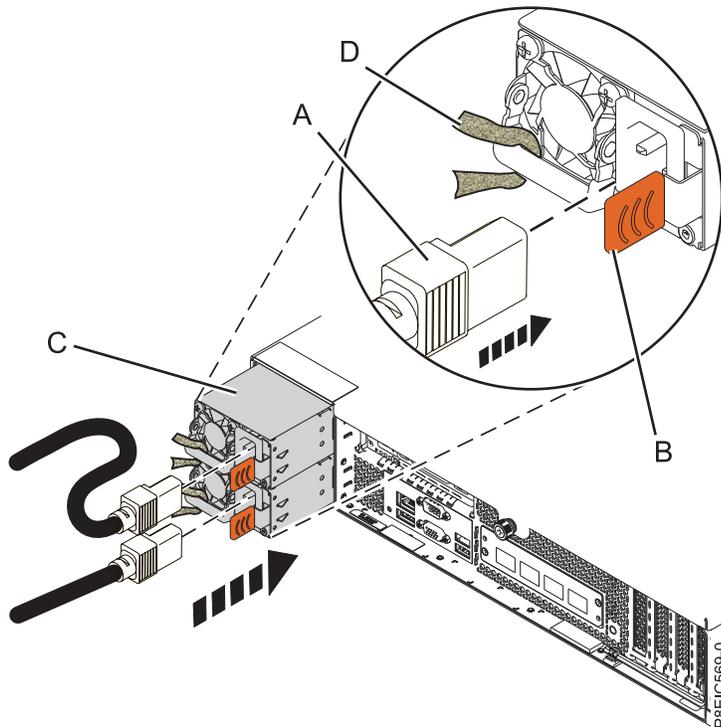

Figura 59. Sustitución de una fuente de alimentación en el sistema
1. Alinee la fuente de alimentación (C) con la bahía y deslice la fuente de alimentación en el sistema hasta que el pestillo (B) quede cerrado en su lugar. Consulte la Figura 59.
- a. Conecte el cable de alimentación a la fuente de alimentación, tal como se indica en Figura 59.